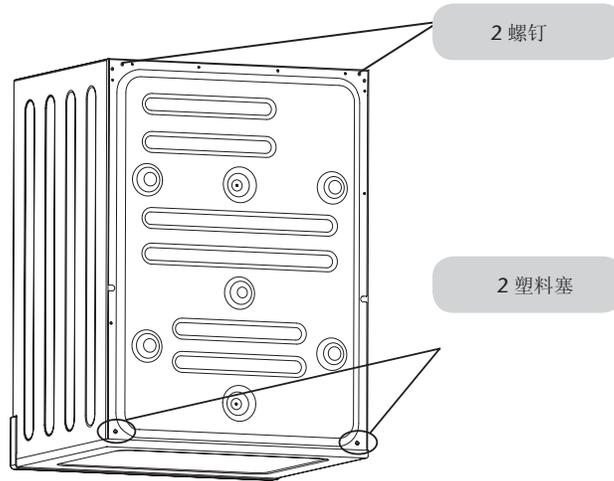

图 2
3. 为了装配挂钩，需要如图2所示，拆除后板上的两颗螺钉和两个白色塑料塞。